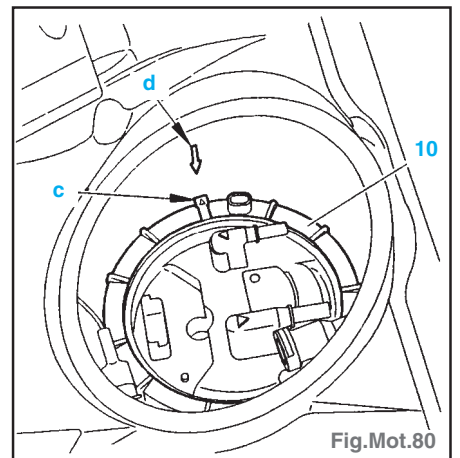

Fig.Mot.80
- Serrer la bague (10) en faisant coïncider la flèche «c» de la bague avec le repère «d» du réservoir (Fig.Mot.80).